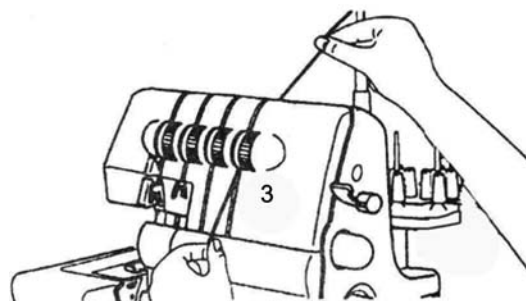

Fig. 21
3. Tenez le fil avec les doigts, guidez-le entre les disques du sélecteur de tension du fil ❷ et tirez-le ensuite vers le bas (3) (Fig. 21).
❶ **Remarque :**